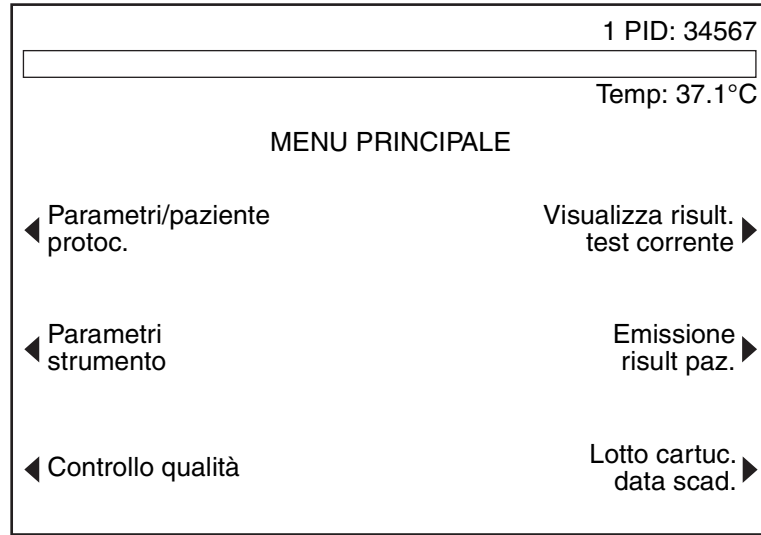
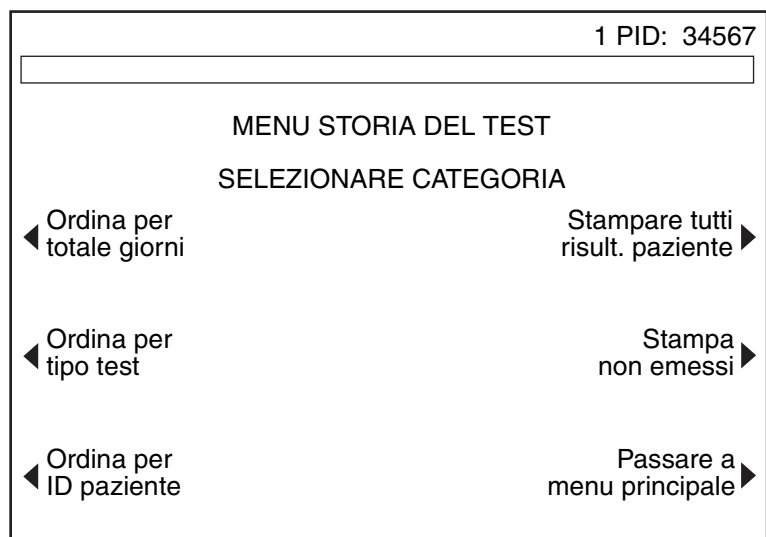

Figura 5-29. Visualizzazione dei risultati del test corrente
Figura 5-30. Schermata Menu storia del test
1. Nella schermata del MENU PRINCIPALE (fare riferimento alla Figura 5-29 a pagina 5-44), premere il tasto funzione **[Emissione risult paz.]** per visualizzare la schermata MENU STORIA DEL TEST (fare riferimento alla Figura 5-30).